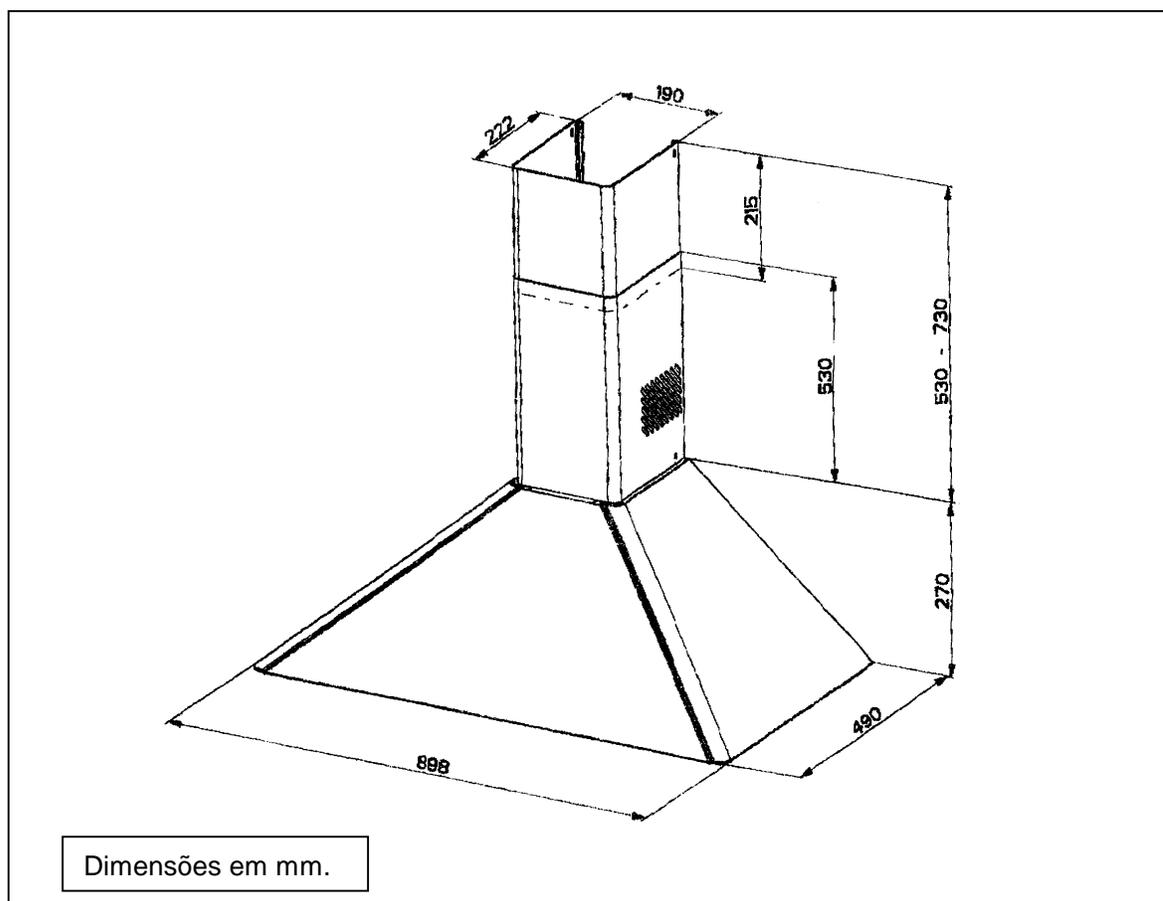
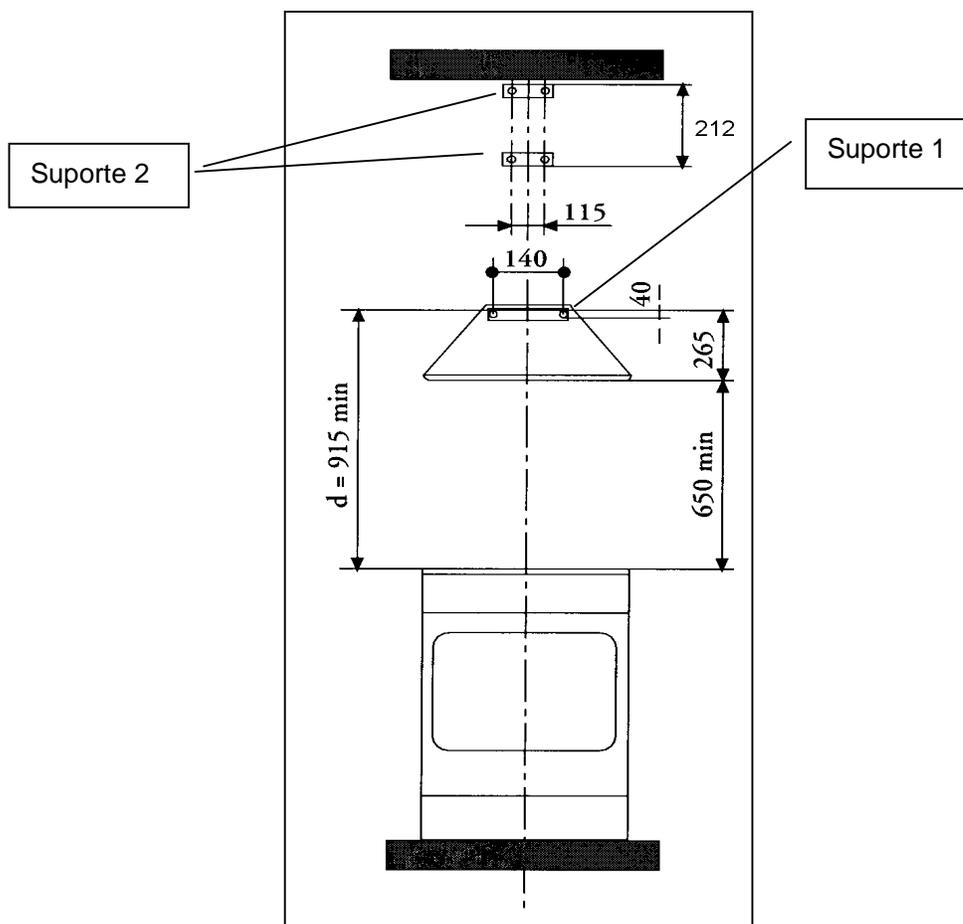

Fig.01
Fig. 02
Para iniciar a instalação acompanhe através da Fig.02, levando sempre em consideração as dimensões mostradas no item 1.4 Fig.01.
Coloque o outro suporte de Acabamento na parede, alinhando-o com a linha vertical, a uma distância medida conforme indicado na Fig. 02.